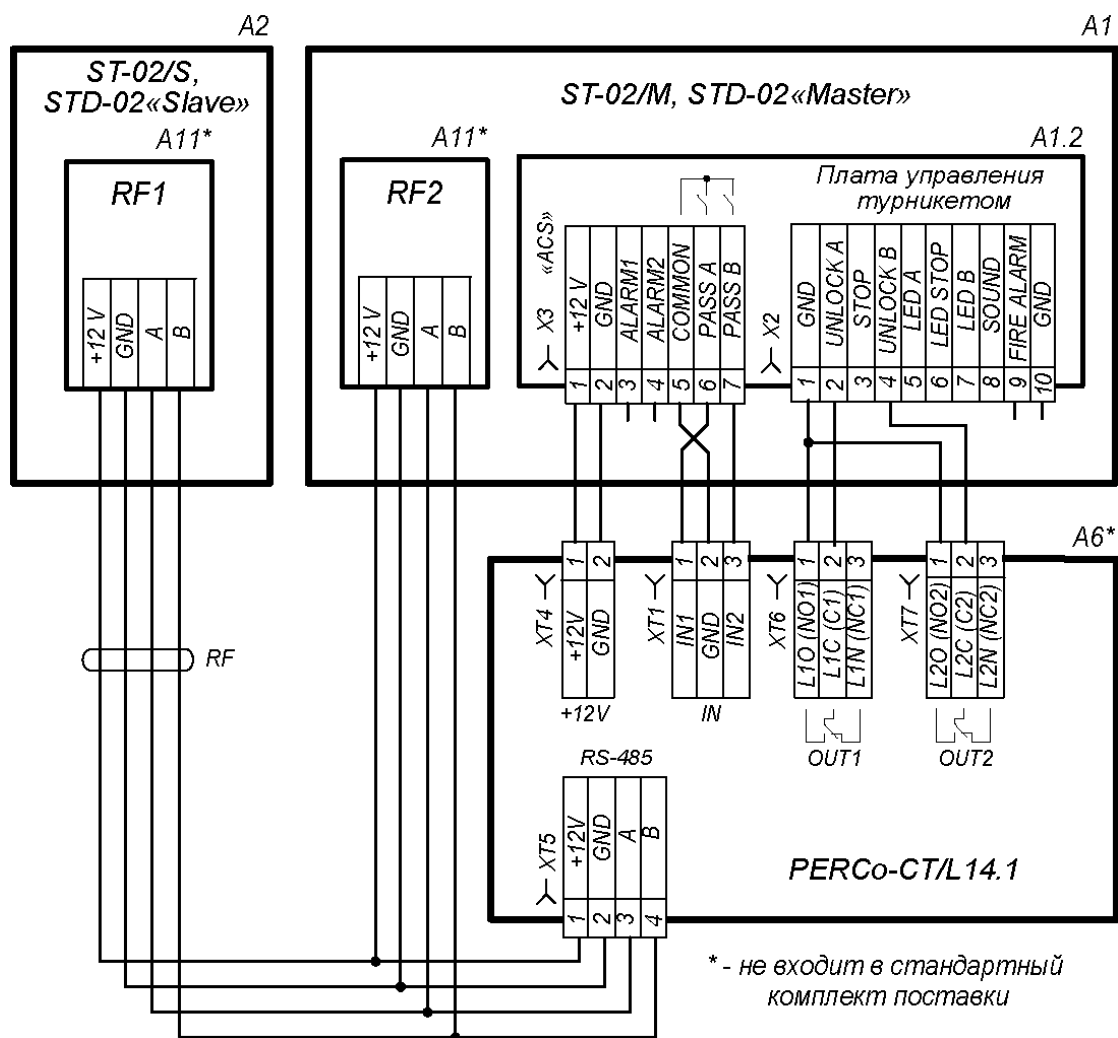

Рисунок 18. Вариант подключения к турникету контроллера СКУД PERCo-CT/L14.1
- каналы для подводки кабелей от внешних устройств (источника питания (12), ПДУ (11) или контроллера СКУД, устройства *Fire Alarm* (13) и другого дополнительного оборудования – к отверстиям для ввода в секцию *Master* и для ввода в двусторонние секции;
- каналы, соединяющие отверстия для ввода кабелей противоположных секций (сторон двусторонней секции) одной зоны прохода – для подводки соединительных кабелей DC (9) и CAN (10)¹, а также по необходимости при установке встроенных в турникет считывателей – кабель для соединения считывателя из секции *Slave* с контроллером СКУД (кабель RF на схемах на рис. 16 и рис. 18).
Для удобства входы и выходы встраиваемого в турникет контроллера СКУД могут подключаться не к контактам DIN-рейки, как показано на схеме (рис. 17), а непосредственно к соответствующим им контактам платы управления (разъемы **X2** и **X3**, рис. 6). Вариант схемы подключения представлен на рис. 18.